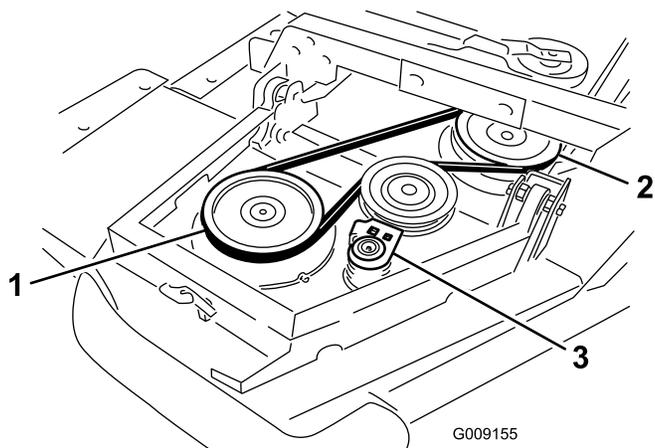

Рисунок 5
- A. Наденьте ремень на шкив шпинделя винглета и на шкив шпинделя передней деки (Рисунок 5).
- B. С помощью гаечного ключа с храповиком или аналогичного инструмента отодвиньте натяжной ролик от шкивов (Рисунок 5).